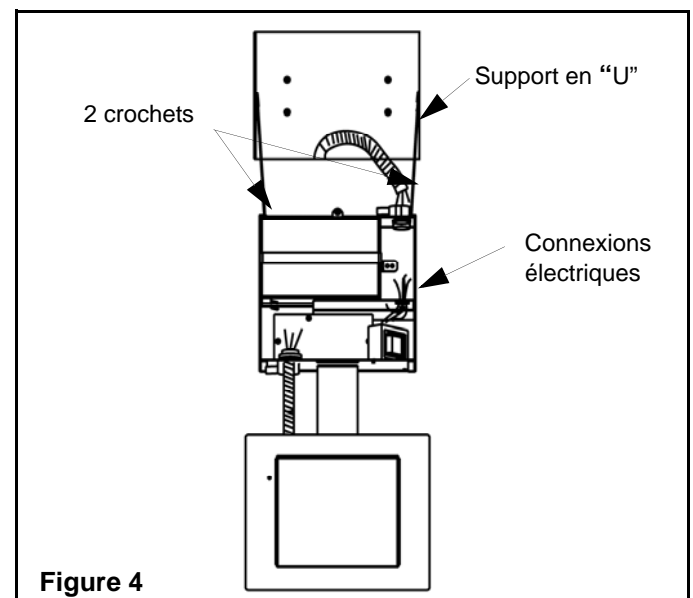

Figure 4
Installation de l'appareil dans le mur (Figures 4 et 5)
1. Suspendre l'unité à l'envers du support en " U " à l'aide des crochets de métal (voir la Figure 4). Ne pas suspendre l'unité directement aux extrémités de la cloison sèche, car cela pourra endommager la cloison sèche.